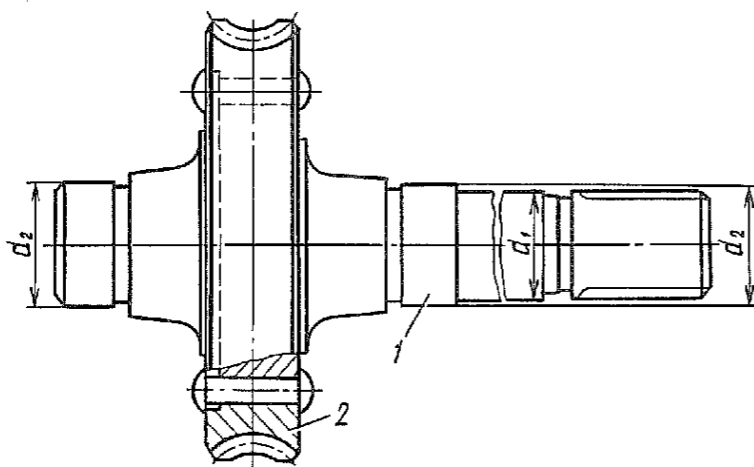

Рис. 212. Вал лебедки в сборе с червячным колесом:
2.3. Вал лебедки в сборе с червячным колесом (рис. 212)